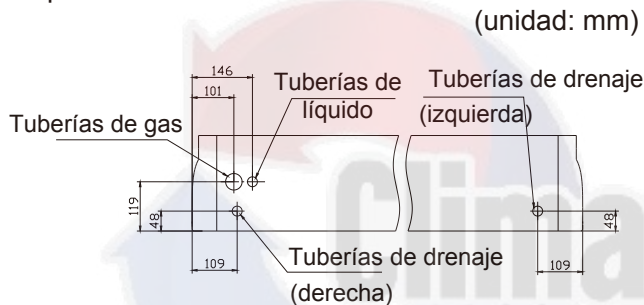

Fig. 4.1 Posiciones de la conexión de la tubería
(1) En las Fig. 4.1 y Fig. 4.2 se muestran las posiciones de conexión de la tubería.